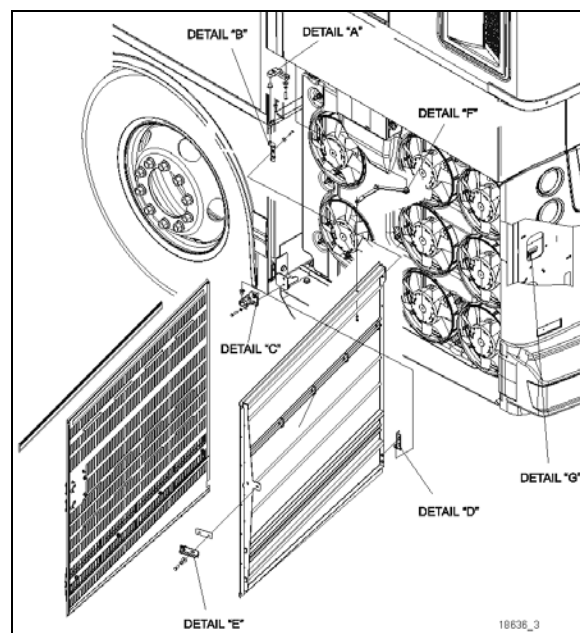

FIGURE125:PORTE DU RADIATEUR
6. Desserrer les boulons (détails "A" & "C", Figure125) supportant la charnière à la structure du véhicule pour ajuster la porte vers la gauche ou vers la droite à l'aide des rainures (trous de montage)
7. Desserrer les boulons (détails "B" et "D", Figure125) pour ajuster la porte verticalement (de haut en bas)